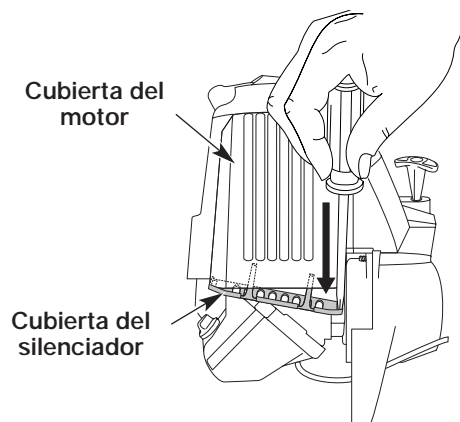

Fig. 38
1. Retire la cubierta del silenciador presionando la esquina con un destornillador de vástago plano (Fig. 38). Deslice las muescas a los lados de la cubierta del silenciador sobre las orejetas de la cubierta del motor y retire.
13. Vuelva a poner la cubierta del silenciador. Ponga las orejetas largas de la cubierta del silenciador en la cubierta del motor. Deslice las ranuras a los lados de la cubierta del silenciador sobre las orejetas de la cubierta del motor y enganche en su lugar (Fig. 38).